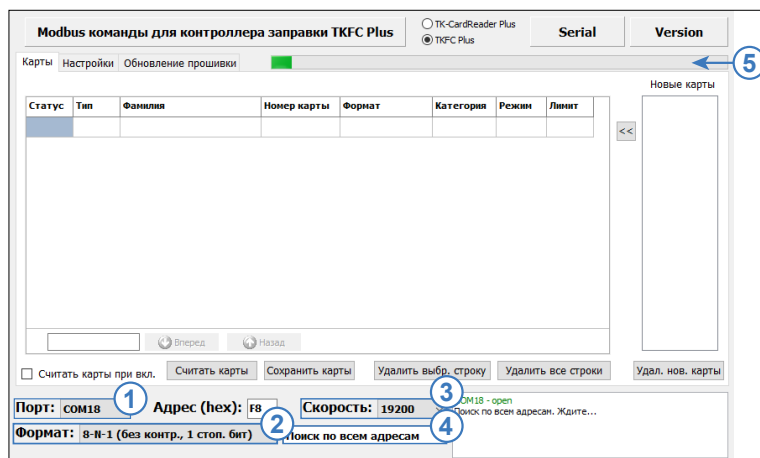

Рис.22. Поиск устройства по адресам
- в конфигураторе выбрать COM-порт к которому подключено устройство (**Рис.22, п.1**). Посмотреть порт устройства можно в «Диспетчере устройств» системы;
- настроить формат передачи. По умолчанию – 8-N-1 (**Рис.22, п.2**);
- выбрать скорость, на которую настроена шина RS-485 (**Рис.22, п.3**);
- выбрать диапазон адресов – Поиск по всем адресам (**Рис.22, п.4**).
- после этого конфигуратор выполнит поиск подключенного устройства в диапазоне адресов 00 – FF для заданной скорости обмена, затем выполнит подключение к первому найденному устройству и считывает настройки. Состояние выполнения поиска отображается в верхней части окна конфигуратора (**Рис.22, п.5**).